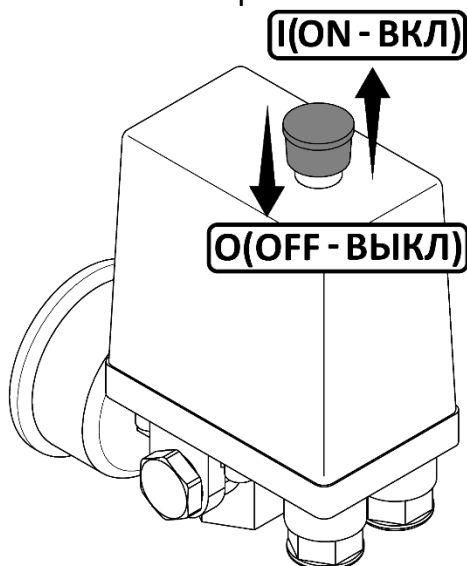

Рисунок 4
6.4.3 Подсоединение компрессора к воздушной сети необходимо выполнять через кран (поз. 11, рисунок 4).
- Проверьте, чтобы выключатель на реле давления находился в выключенном положении "O" (рисунок 4).
- Включите компрессор выключателем на реле давления и сразу же выключите. Для этого необходимо переключить выключатель в положение "I" (рисунок 4). Кнопка выключателя имеет фиксированные положения.
- Переключите выключатель на маностате в положение "0" или "OFF", в зависимости от исполнения (см. рисунок 4).